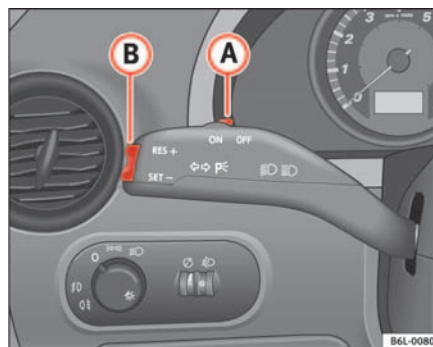

Abb. 107 Blinker- und Fernlichthebel: Schalter und Wippe für GRA
- Drücken Sie den oberen Teil der Wippe **RES** ⇒ Abb. 107 **(B)**, um die Geschwindigkeit zu erhöhen. Solange Sie die Wippe gedrückt halten, beschleunigt das Fahrzeug. Sobald Sie die Wippe loslassen, wird die neue Geschwindigkeit gespeichert.
Wenn Sie die gespeicherte Geschwindigkeit durch Treten des Bremspedal verringern, ist die Regelung der gespeicherten Geschwindigkeit ausgeschaltet. Sie können durch einmaliges Drücken des oberen Teils der Wippe **RES+** → Seite 149, Abb. 107 **(B)** die Regelung wieder aufnehmen.